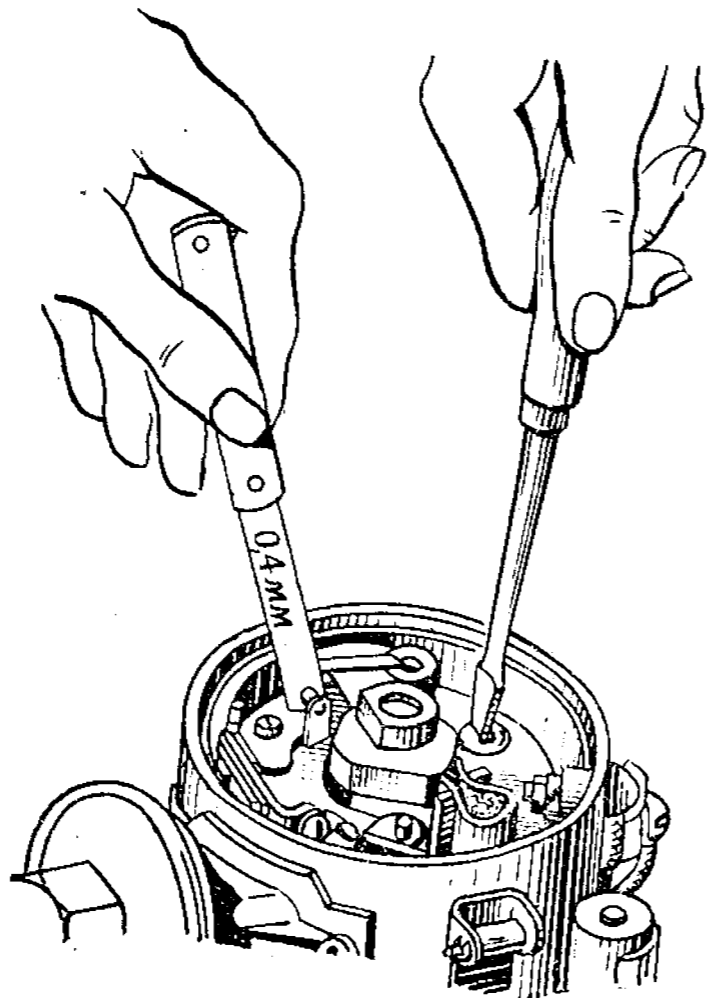

Рис. 56. Регулировка зазора между контактами прерывателя
13. Проверить щупом зазор между контактами (рис. 56). Если необходимо, ослабить винт крепления пластины неподвижного контакта и, вращая регулировочный эксцентрик, установить необходимый зазор и затянуть винт.	Отвертка В 175×0,7; набор щупов